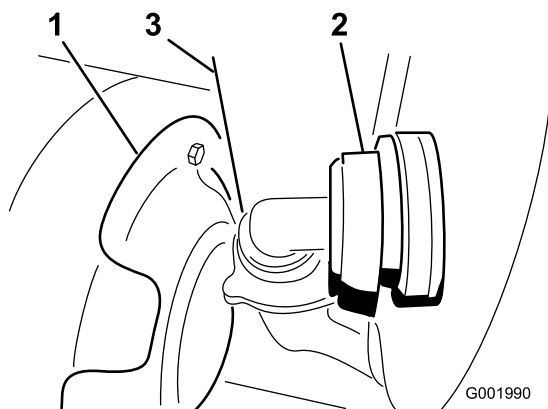

Figura 58
- Retire a tubagem localizada em baixo na parte da frente do depósito (Figura 58).
Nota: Pode ser necessário fazer recuar a protecção contra o calor (Figura 58) quando retirar a tampa.
- Ligue a tubagem na parte da frente do depósito (Figura 58).